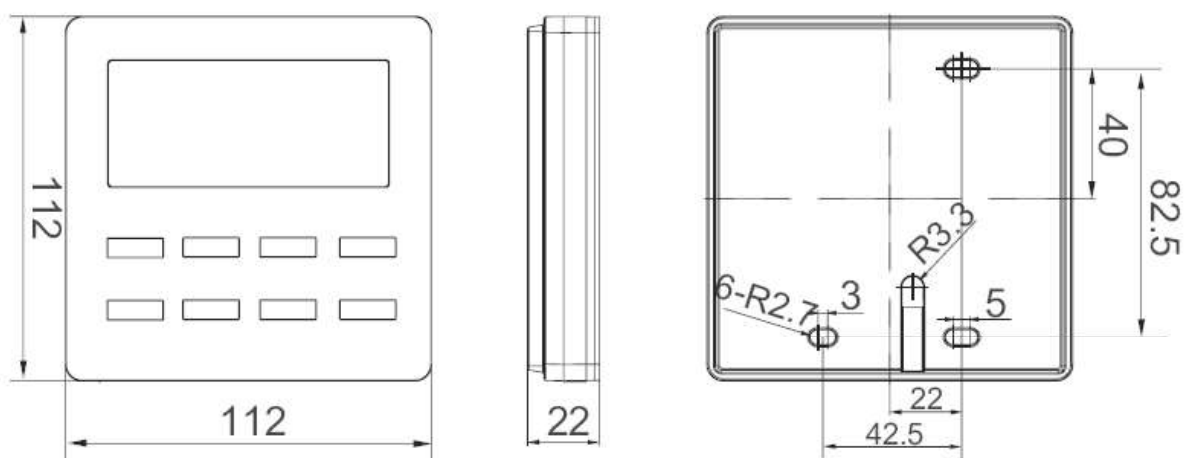

Рис. 15.1
15.2.1. Габаритные и установочные размеры проводного пульта показаны на рис. 15.1.